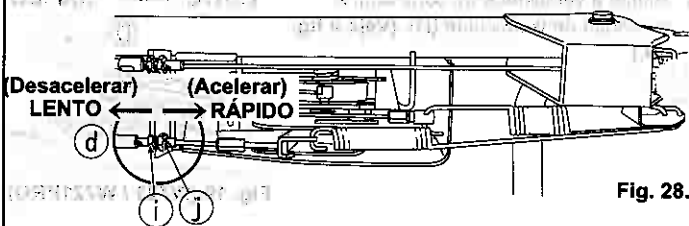

Fig. 28.
- 1 Quando for necessário ajuste, desaperte a porca de aperto (j) do cabo de controle de velocidade HST (d), e rode o regulador (i) conforme indicado na. (Veja a fig. 28.)
- 3 Acione o motor e verifique se a velocidade de deslocamento da máquina varia quando a alavanca de ajuste de velocidade (D) é movimentada.